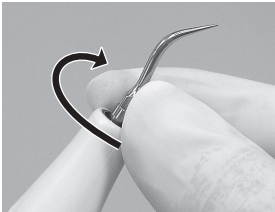

Abb.2
- 1) Spitze leicht mit der Hand drehen und anschließend montieren. (Abb. 2).